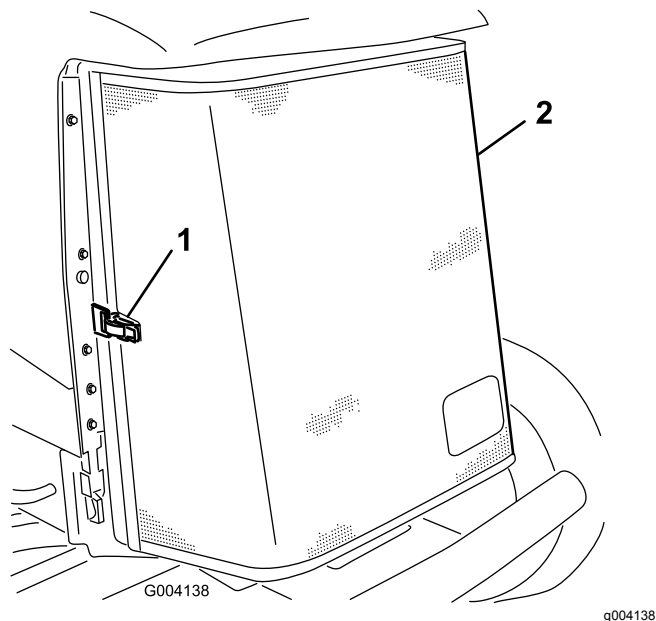

Figura 50
3. Desenganche y abra la rejilla trasera (Figura 50).